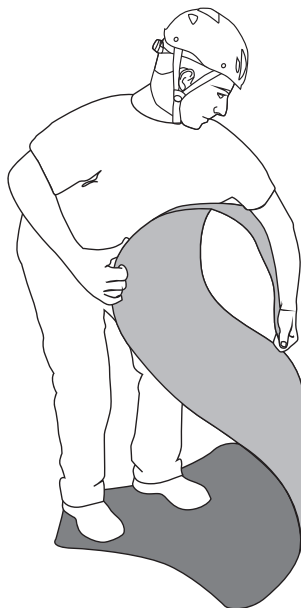

Fig.11
- a) Togliere il “**ROLLY**” dalla sacca di trasporto (Q) e rimuovere la fettuccia con cricchetto (P),
- b) distendere il piano d’appoggio (A) e renderlo piatto riavvolgendo al contrario le estremità e piegando la parte centrale (fig. 11),